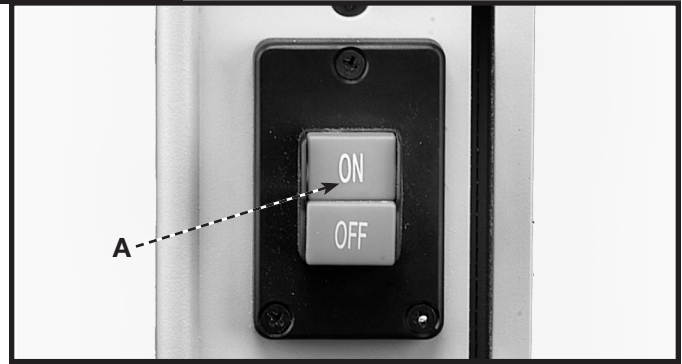
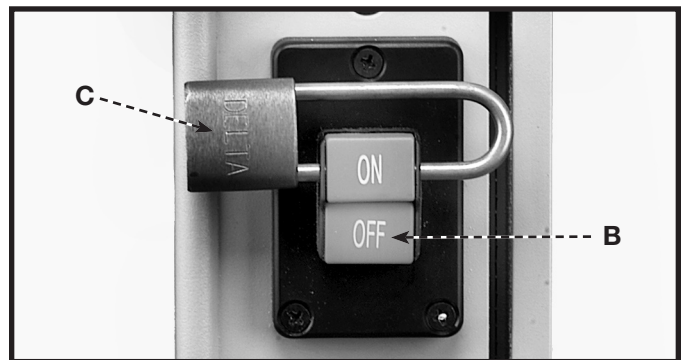

Fig. 21
Fig. 22
El interruptor de "EN/LEJOS" se localiza en el lado anterior de la banda vio. Para girar el vio "EN", empuja el del botón (A) Fig. 21 en al "EN" la posición. Para girar el vio "LEJOS", empuja el del botón (B) Fig. 22 en al "LEJOS" la posición.
IMPORTANTE: Cuando el instrumento no está en el uso, el interruptor se debe cerrar en la "LEJOS" posición de prevenir el uso no autorizado, utilizando un de candado (C) Fig. 22 con un 3/16" grillete del diámetro.